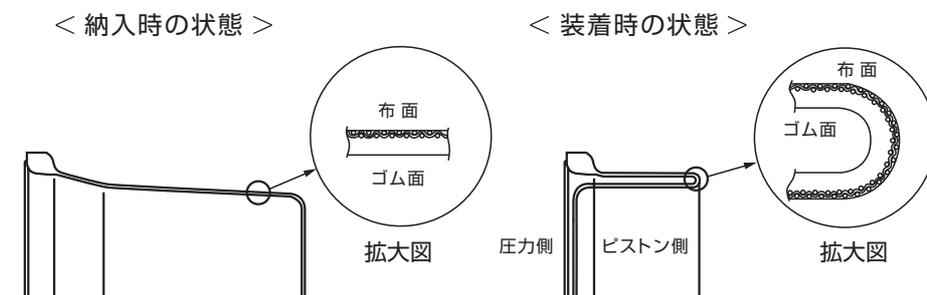

Fig.8
- ① BFダイヤフラムの両面に適当な潤滑剤 (例：二硫化モリブデン粉末) を塗布する。
- ② a) 組み付け用にBFダイヤフラムの環状U溝を形成させるため、BFダイヤフラムの頭部コーナーを、納入状態の山高形状から組み付け状態の形状に反転させる。(Fig.8)
- ① BFダイヤフラムの両面に潤滑剤（例：二硫化モリブデン粉末）を塗布する。
- ② a) 組み付け用にBFダイヤフラムの環状U溝を形成させるため、BFダイヤフラムの頭部コーナーを、納入状態の形状から組み付けの形状に反転させる。(Fig.8)
- ① BFダイヤフラムF,Rの両面に潤滑剤 (例：二硫化モリブデン粉末) を塗布する。
- ② a) 組み付け用にBFダイヤフラムの環状U溝を形成させるため、各BFダイヤフラムの頭部コーナーを納入状態の山高形状から組み付け状態の形状に反転させる。(Fig.8)